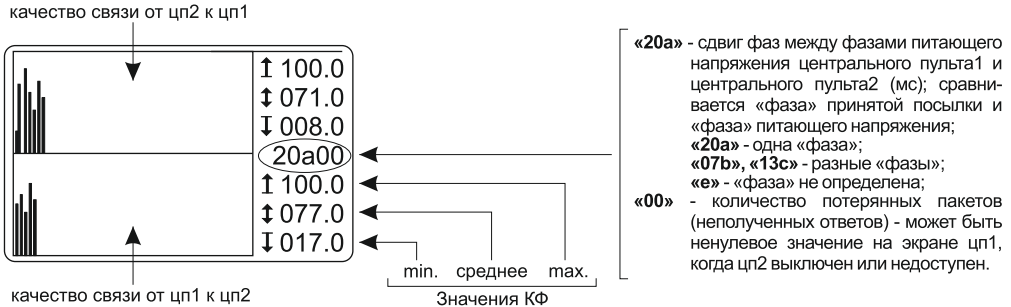

Рисунок 51 Отображение информации на экране центрального пульта2 в режиме анализатора сети для определения уровня КФ и «фаз»
- На экране центрального пульта2 Nero II 8450-50M отображаются графики уровня КФ (см. рис. 51).
В случае, когда «фаза» не определена и на экране появляется символ «e» (см. рис. 51), необходимо развернуть сетевую вилку одного из приборов на 180 градусов. При этом буква «e» должна смениться на «a», «b» или «c».
Оценить цифровые значения корреляционной функции можно по данным среднего значения (от 0,1 до 100) **на нижнем экране цп2** (см. рис. 51):